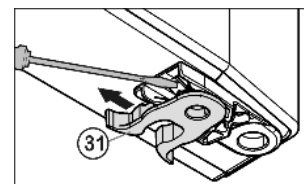

Fig. 6
- ▶ переставить пружинный зажим Fig. 6 (31): Нажать вниз язычок защелки, снять с него пружинный зажим.